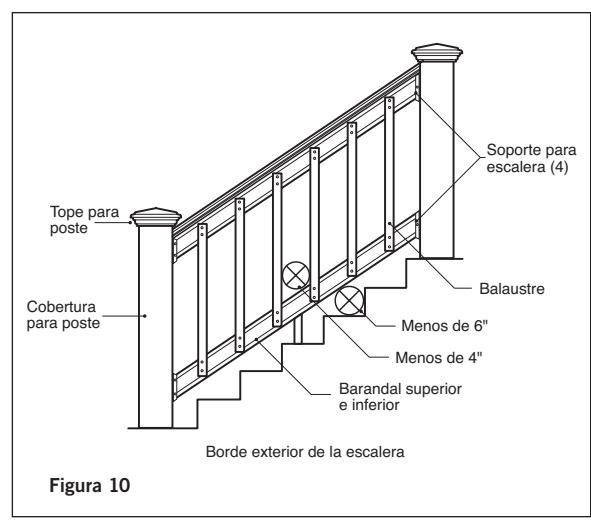

Figura 10
**Paso 6** Coloque el barandal inferior entre los postes y centre. Revise los requerimientos del código de construcción para el espaciamiento máximo en una escalera, por lo general, menos de 6". Una pelota de 6" no puede pasar entre el triángulo formado por el barandal inferior, la huella (peldano) y el peralte (contraescalón) (**Figura 10**). Marque la ubicación del soporte en ambos postes. Quite el barandal. Marque la ubicación de los tornillos y taladre previamente sólo a través de la cobertura para poste, usando una broca de 1/4". Una cada soporte al poste con dos tornillos de 2" de largo.
**Paso 10 Balaustres Traditional, Baroque y Arc:** Coloque un balaustre en los barandales midiendo de centro a centro desde una de las posiciones marcadas (4-1/2" de centro a centro o 7-1/2" de centro a centro para vidrio). Asegúrese con un nivel de que el balaustre está recto. Usando el balaustre como guía, taladre orificios de 9/64" en los barandales superior e inferior. Taladre y sujetelo el balaustre con los tornillos provistos. Use un bloque espaciador de 2x4 para establecer el espaciamiento del siguiente balaustre. Taladre y sujetelo cada balaustre a los barandales superior e inferior con los tornillos provistos. Usar un par de abrazaderas para mantener el balaustre en su lugar mientras lo fija hará que este paso sea más fácil (**Figura 10**).